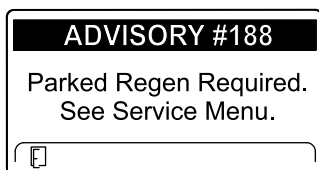

Figura 37
- Parked regeneration required (Es necesaria una regeneración con la máquina aparcada) ADVISORY #188 (Aviso n.º 188) (Figura 37)